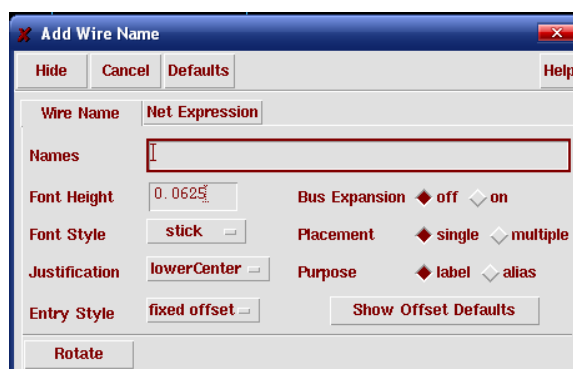

图 1.23 标签的设定
- 调用命令之后，显示如图 1.23 所示的选项对话框。输入标签名字之后，如果将鼠标指向电路图，则会出现随鼠标移动的标签；鼠标点击后标签位置被确定。如果标签被放置在连线上，则该连线会被用标签的名字命名。